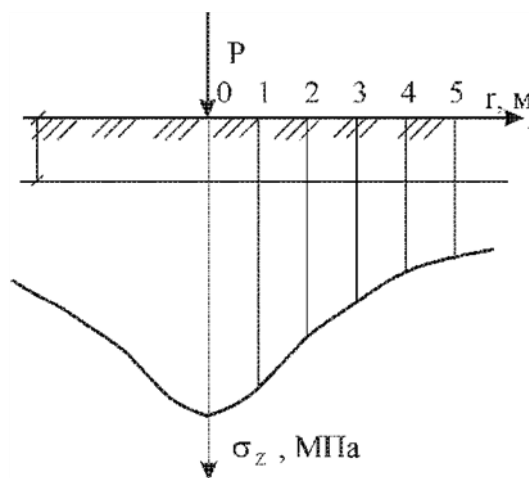

Рис.1
1. На поверхность массива грунта приложена сосредоточенная сила P . Определить значения вертикальных сжимающих напряжений σ_z в точках, расположенных по горизонтальной оси на глубине z и удаленных от линии действия силы P на расстояние $r=1,2,3,4$ и 5 м и построить эпюру этих напряжений (рис. 1).